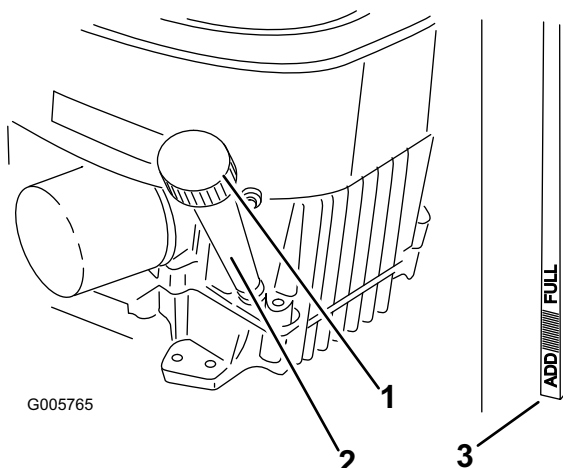

Figure 25
3. Nettoyez la surface autour de la jauge d'huile (Figure 25) pour éviter que des impuretés ne s'introduisent dans le goulot de remplissage, ce qui risquerait d'endommager le moteur.
4. Retirez la jauge d'huile et essuyez soigneusement son extrémité (Figure 25).